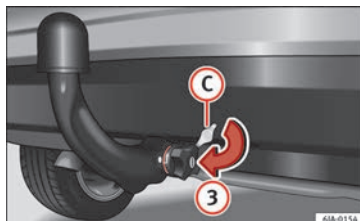

Fig. 198 Colocação da tampa da fechadura.
- Feche com chave (B) a fechadura da roda manual rodando a chave para a direita até ao limite, no sentido da seta (1) – a seta na chave indica o símbolo «fechadura fechada».
- Retira a chave no sentido da seta (2).
- Coloque a tampa (C) na fechadura da roda manual no sentido da seta (3) » **Fig. 198**.